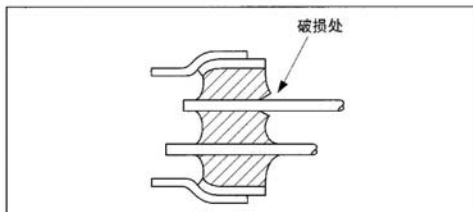

图3
- (1) 要修改弯曲的导脚时，以及要取出晶振等情况下不能强制拔出导脚，如果强制地拔出导脚，会引起玻璃的破裂，而导致壳内真空浓度的下降，有可能促使晶振特性的恶化以及晶振芯片的破损 (参阅图 3)。